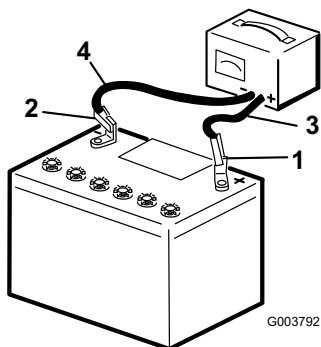

Bild 4
6. Setzen Sie die Entlüftungsdeckel nicht auf und schließen Sie ein Ladegerät an die Batterie an (Bild 4), laden Sie diese mit höchstens 4 Ampere für 4 Stunden auf (12 Volt). Überladen Sie die Batterie nicht.
7. Wenn die Batterie voll geladen ist, ziehen Sie den Stecker des Ladegeäräts aus der Dose. Klemmen Sie dann die Klemmen des Ladegeäräts von den Batteriepolen ab (Bild 4).